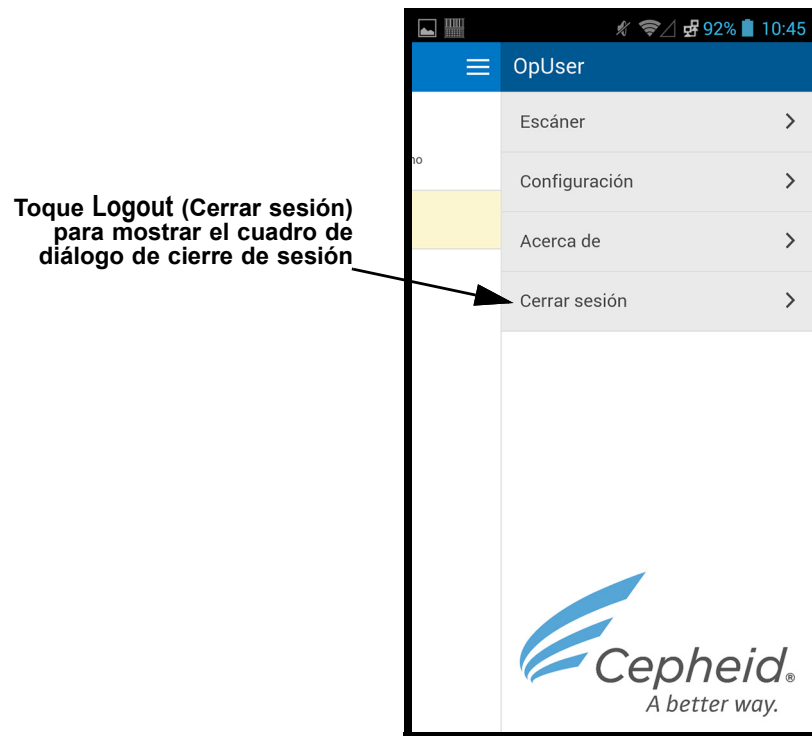

Figura 5-111. Menú desplegable del escáner Cepheid Link
10. Cuando se hayan escaneado todas las muestras y cartuchos cierre sesión en Cepheid Link. Acceda al menú del escáner tocando el icono de menú en el menú desplegable (consulte la figura 5-102). Se mostrará el menú del escáner. Consulte la figura 5-111.